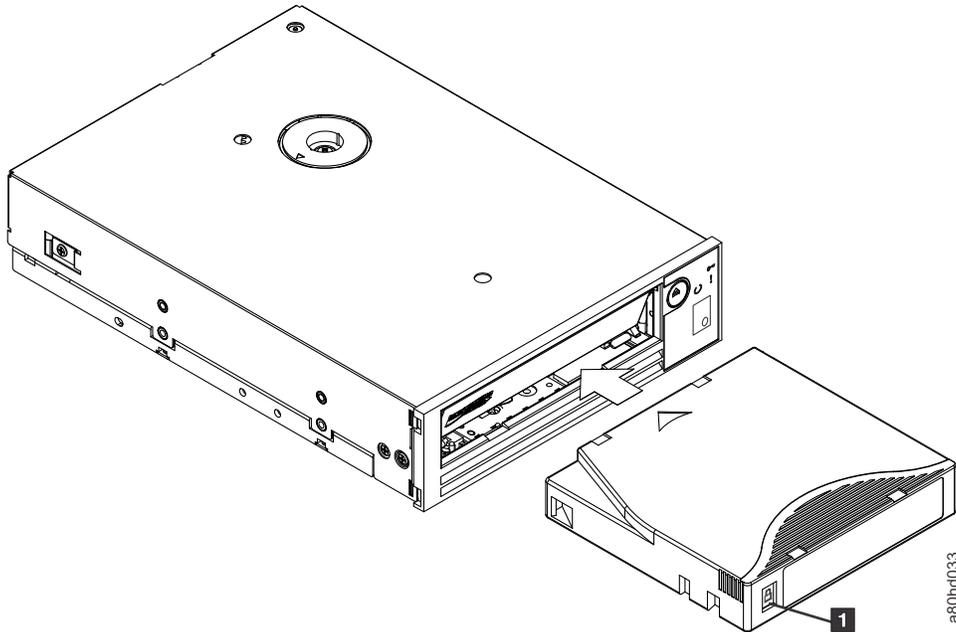

Figure 3-5. Chargement
4. Faites glisser la cartouche dans le compartiment de chargement de la bande (voir figure 3-5, à la page 3-4). Le lecteur de bande charge automatiquement la cartouche.